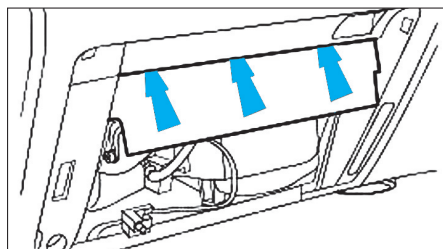

Fig. 63
- Déposer le panneau de garnissage de boîte à gants (Fig.63).